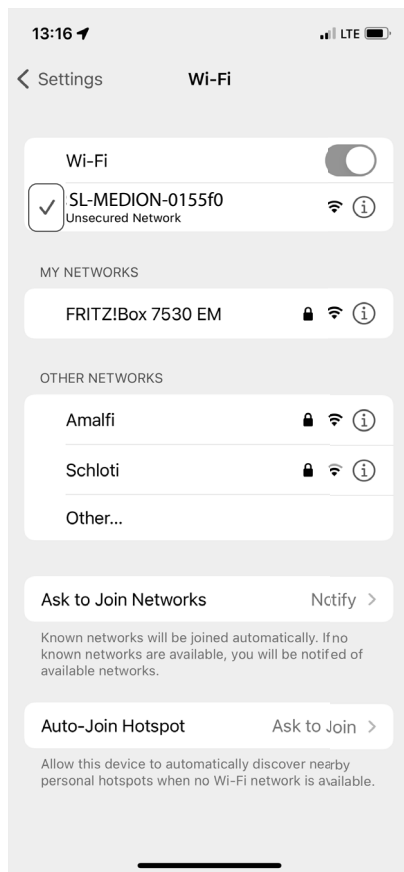

Fig. 10
- ▶ Espere a que se haya establecido la conexión (normalmente, indicado mediante una marca de verificación junto al nombre de la red, fig. 10).